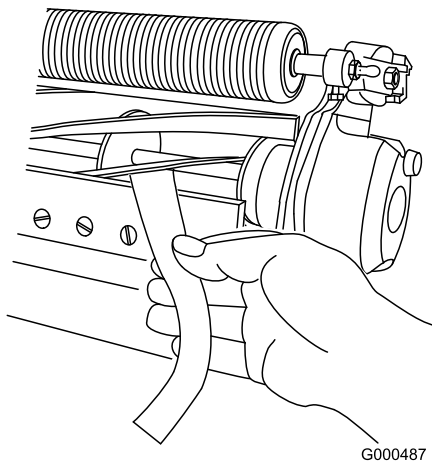

Figura 5
11. Teste o desempenho de corte inserindo uma fita comprida de desempenho de corte (Número de peça Toro 125-5610) entre o cilindro e a lâmina de corte, perpendicular à lâmina de corte (Figura 5). Lentamente rode o cilindro para a frente; deve cortar o papel.